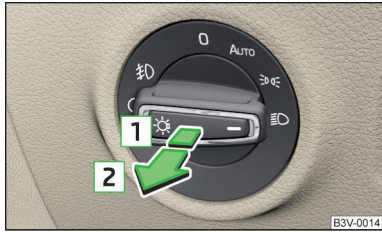

Abb. 54
- Den Lichtschalter in Stellung **AUTO**, oder >> **Abb. 54** drehen.
- Den Lichtschalter in Stellung **AUTO** oder bzw. >> **Abb. 54** auf Seite 72 drehen.